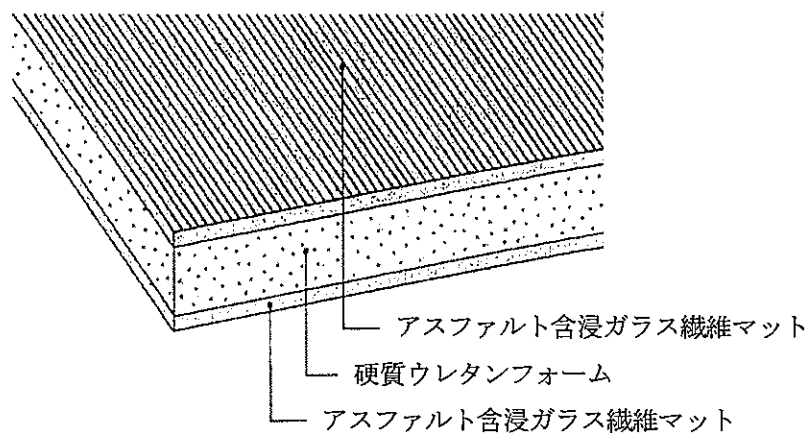

図3 硬質ウレタンフォーム保温板の断面構成
断熱材	<p>以下の硬質ウレタンフォーム保温板を3枚以下の重ね張り</p> <p>硬質ウレタンフォーム保温板： 厚さ 20.0 (-2.0) ~ 75.0 (+2.0) mm 質量 1000 (-100) ~ 3400 (+100) g/m² (1層当り) アスファルト含浸ガラス繊維マット：厚さ 0.20mm、質量 150 (±10) g/m² (片面当り) ガラス繊維マット：質量 100 (±5) g/m² (アクリル系バインダー15質量%含む) アスファルト：質量 50 (±5) g/m²</p> <p>硬質ウレタンフォーム： 厚さ 20.0 (-1.0) ~ 75.0 (+1.0) mm、密度 40 (±5) kg/m³ ポリオール：イソシアネート=40 (±5) : 60 (±5) 発泡剤：炭化水素系発泡剤 酸素指数 21.3 以上</p> <ul style="list-style-type: none"> ・硬質ウレタンフォーム保温板の断面構成を図3に示す。 <p>硬質ウレタンフォーム保温板相互及び下面の接着は以下(1)、(2)のいずれか一仕様とする。</p> <ol style="list-style-type: none"> (1) 改質アスファルト：固形量 500~1500g/m² (1層当り) (2) 防水工事用アスファルト：固形量 500~1500g/m² (1層当り) (引火点 280~350℃ (JIS K 2207 による))